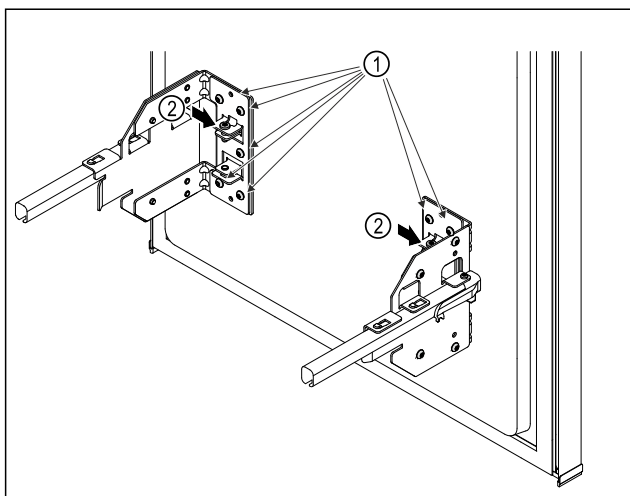

Fig. 10
- Lagano otpustite vijke Fig. 10 (1).
- Okrenite vijke Fig. 10 (2) radi pomicanja izvlačnih kutija prema gore ili prema dolje.
- Pritegnite vijke Fig. 10 (1) do kraja.